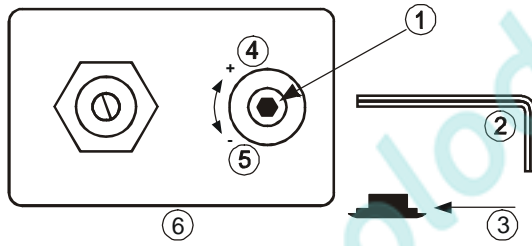

Fig. 5
Настройка на другие значения уставки производится перед монтажом FSE в соответствии со следующей процедурой (Нумерация соответствует Рис. 5): Снимите защитную заглушку (3). Вставьте прилагаемый 2мм торцевой шестигранный ключ (2) в регулировочный винт (1). Поверните ключ по часовой стрелке (+) для увеличения, или против часовой стрелки (-) для уменьшения уставки давления. Не поворачивайте регулировочный винт по часовой стрелке **больше, чем на 3 оборота (+3)**.
For adjustment to other settings follow procedure below before mounting FSE (Numbers refer to Fig. 5):